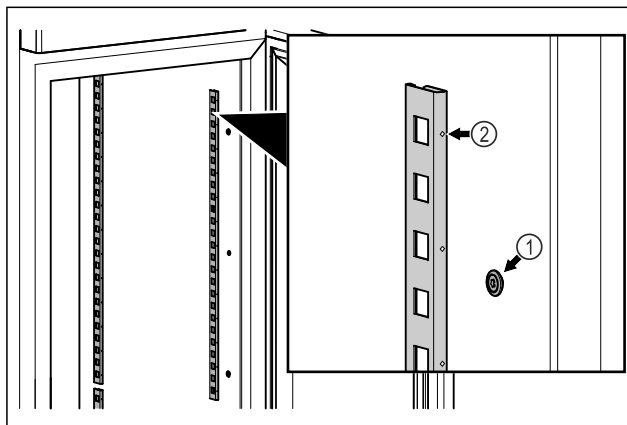

Fig. 15 Ilustrační zobrazení
- ▶ Zahákněte zářezkové lišty do zavěšení Fig. 15 (1). Označení Fig. 15 (2) musí směřovat dopředu.